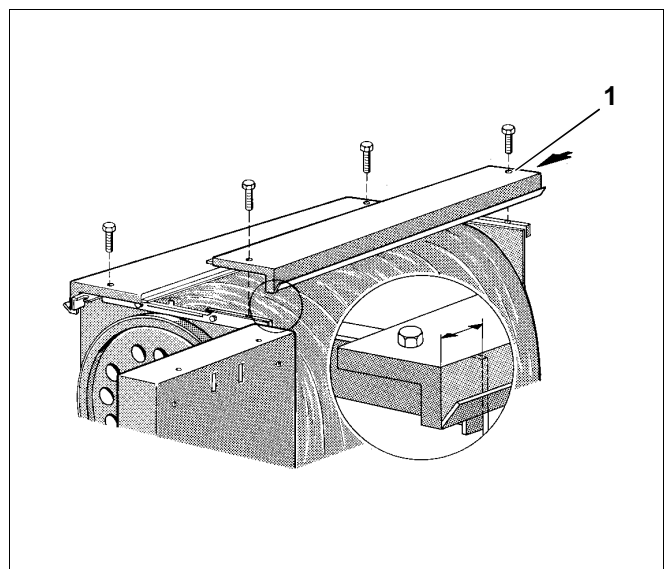

Abb. 13 Montage Verkleidung
- Linkes und rechtes Haubenteil auf obere Traverse auflegen und mit Sechskantschrauben vorne und hinten in den Traversen verschrauben (Abb. 13).
Auf die Kennzeichnung "Hinten" (Abb. 13, Pos. 1) achten!
Das Abstandsmaß von Vorderkante Haubenteil zur Kesselvorderwand muss 38 mm betragen (Abb. 13).